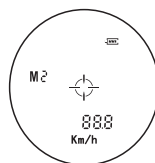

图10 测速模式
M2模式，瞄准目标短按下RANGE键，LCD屏下方显示速度；（如图10）
- M1模式，**瞄准目标后按下 RANGE 键，LCD屏上方显示俯仰角，下方显示斜距；（显示如图10）